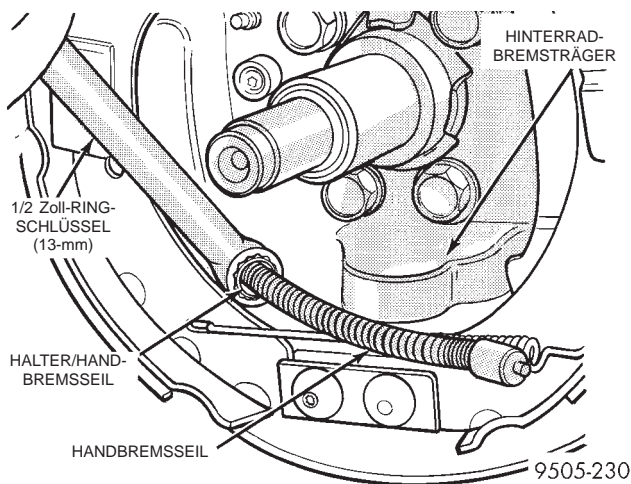

Abb. 75 Handbremsseil vom Bremsträger lösen
(7) Einen 1/2 Zoll-Ringschlüssel (13 mm) über den Haltefingern am Ende des Handbremsseils aufschieben (Abb. 75). Die Haltefinger des Seilhalters zusammendrücken und den Seilhalter aus dem Bremsträger herausdrücken (Abb. 75). Den Schraubenschlüssel wieder abziehen, wenn der Seilhalter die Befestigungsbohrung im Bremsträger freigibt. Alternativ können die drei Haltefinger auch mit einer Schraub-Schlauchschele zusammengedrückt werden.